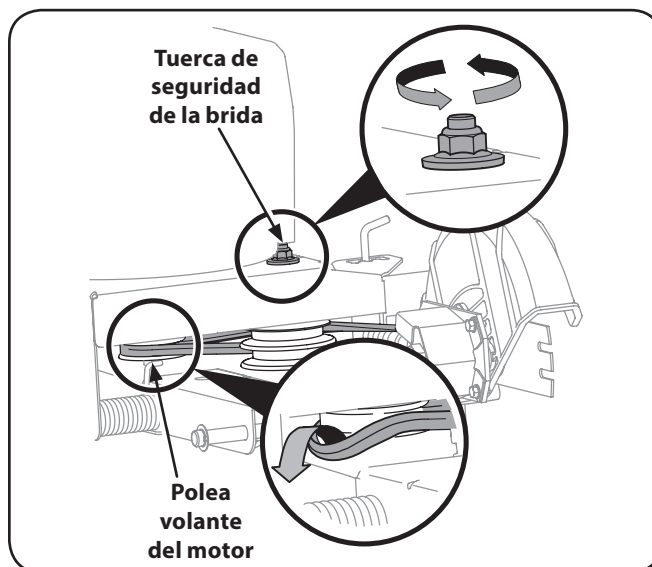

Figura 7-1
NOTA: Para ayudar a armar nuevamente, observe la orientación de la correa de transmisión sobre las dos poleas locas y la polea volante del motor antes de realizar los siguientes pasos. Vea la Figura 7-1.
1. Trabajando delante de la bordeadora, afloje la tuerca de seguridad con brida que está sobre el bastidor, permitiendo que el conjunto de la polea loca gire levemente fuera del bastidor. Vea la Figura 7-1.
2. Con la otra mano, alcance cuidadosamente debajo de la parte posterior de la unidad y extraiga la correa de alrededor de la polea volante del motor. Vea la Figura 7-1.